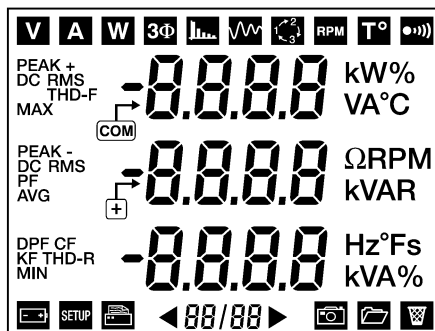

Abbildung 69: Das erste Display bei der Inbetriebnahme des Gerätes.
- Bei der Anzeige des ersten Displays (Anzeige der 172 Segmente, siehe Abbildung 69, auf der Seite 27), wird die gelbe Taste () bis zur Ausgabe eines Signaltons dauerbetätigt.